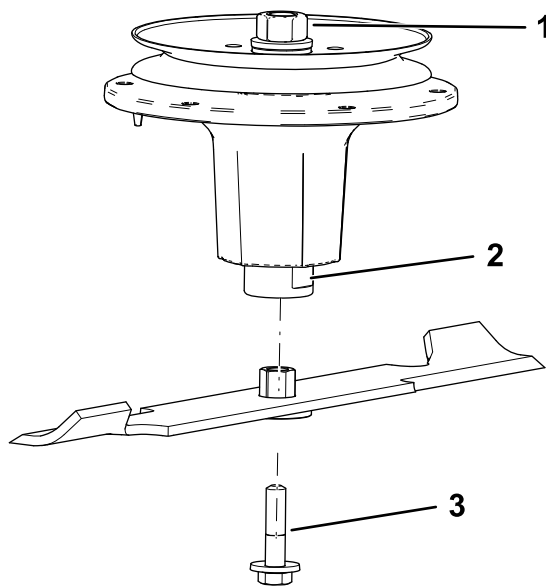

Figure 98
2. Installez l'ensemble douille et lame sur l'axe de pivot (Figure 98).